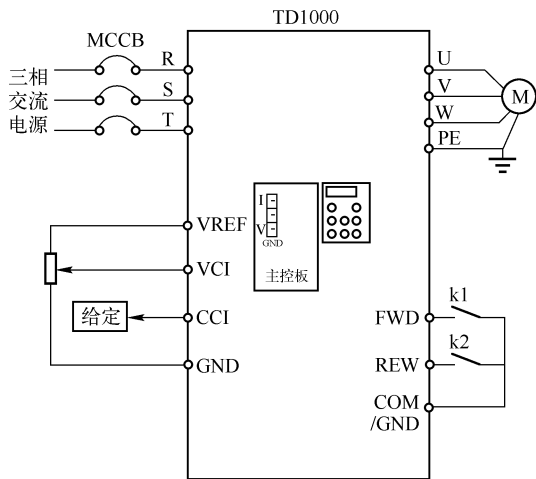
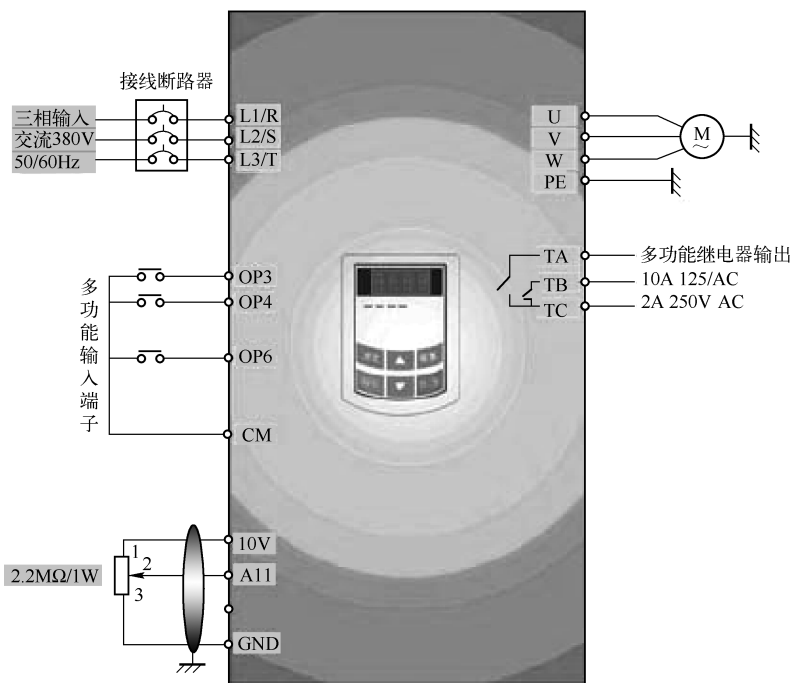

图 6-10 用控制端子进行运转控制操作配线图
图 6-13 用模拟量端子控制配线
用控制端子输入频率设定信号，用控制端子进行运转控制操作，配线图如图 6-10 所示。
- ⑤ 闭合 OP3 开关，变频器开始正向运行；
- ⑥ 在运行中，可按动▲和▼键，修改变频器当前频率；
- ⑦ 在运行中，断开 OP3 开关，再闭合 OP4 开关，电动机运行方向改变（注意：请用户根据负载情况设置正反转间隔时间 F120，如过短可能会出现变频器 OC 保护）；
- ⑧ 断开 OP3 开关和 OP4 开关，电动机减速，直到停止运行；
- ⑨ 断开空气开关，变频器断电。
- (3) 用控制面板进行点动运行的操作过程。
- ① 按图 6-10 配线，检查接线正确后，合上空气开关，变频器上电；
- ② 按方式键，进入编程菜单；
- ③ 进行电动机参数测量；
- ④ 设置变频器的功能参数；
- ⑤ 一直按住运行键，电动机加速到点动设定频率，并保持点动运行状态；
- ⑥ 松开运行键，电动机减速，直到停止点动运行；
- ⑦ 断开空气开关，变频器断电。
(4) 用模拟量端子进行频率设定，用控制端子进行运行控制的操作过程。
① 按图 6-13 配线，检查接线正确后，合上空气开关，变频器上电。注意：外部模拟信号设定电位器可选择 2K~5K 电位器。对于精度要求高的场合选用精密多圈电位器，接线使用屏蔽线，屏蔽层近端可靠接地。